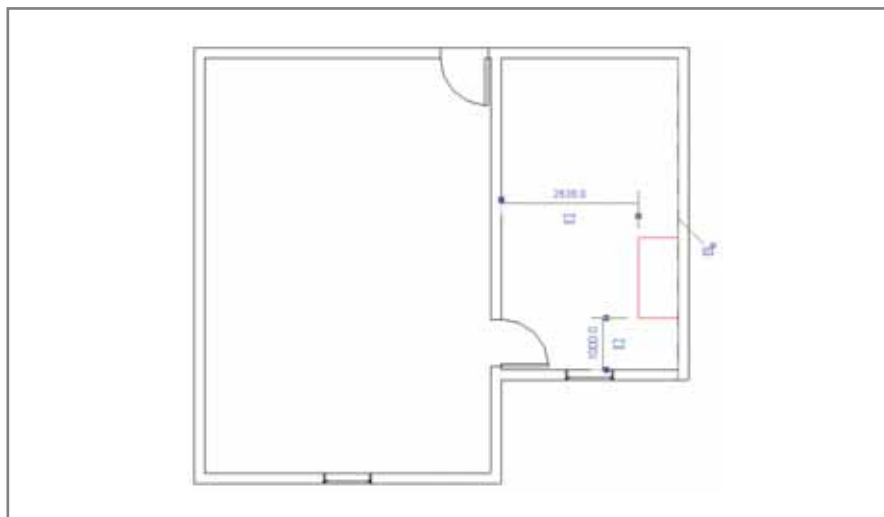

Рис. 13. Добавим в проект стол
5. Поставьте стол на план, как показано на рис. 13.